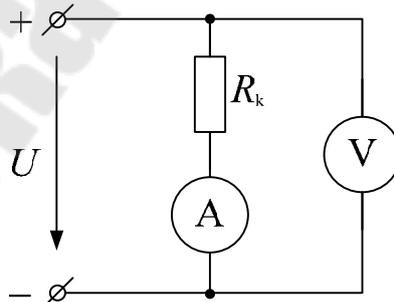

Рис. 1.1
1. Собрать электрическую цепь по схеме рис. 1.1, используя в качестве источника ЭДС регулируемый источник постоянного напряжения, а в качестве  $R_k$  – элемент 01.